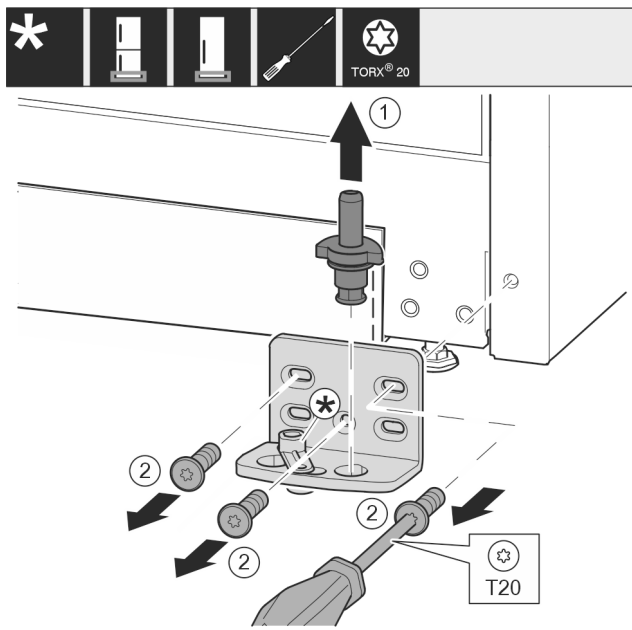

Fig. 13
- ▶ Τραβήξτε έξω ολόκληρο τον πείρο προς τα επάνω. Fig. 13 (1)
- ▶ Ξεβιδώστε τις βίδες με κατσαβίδι T20 και αφαιρέστε το στήριγμα. Fig. 13 (2)